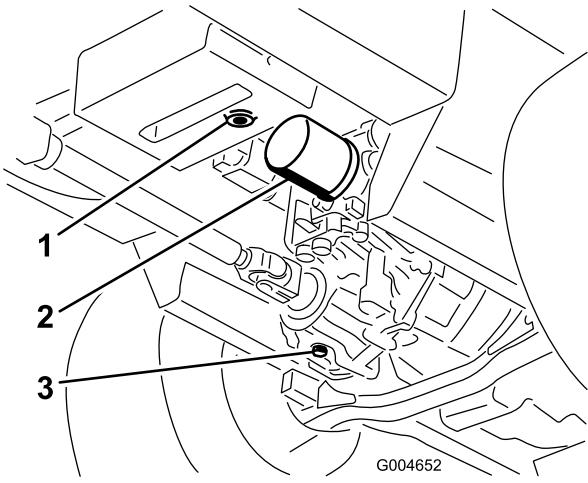

図 67
3. 油圧オイルタンクとトランスマッショングケースの下にオイルを受ける大型の容器を置き、それぞれのドレンプラグを外してタンク内のオイルを完全に排出、回収する（図 67）。
4. 油圧オイルフィルタの取り付け部周辺をきれいに拭いてフィルタを取り外す(図 67)。